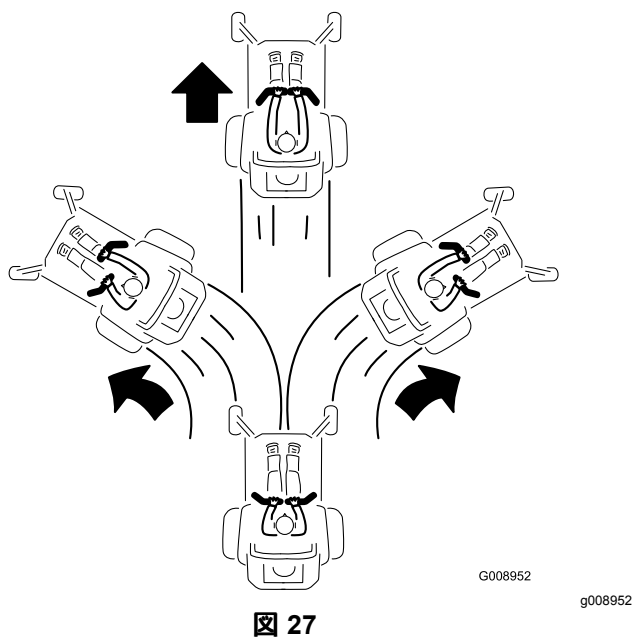

図 27
2. 前進するには、左右の走行コントロールレバーをゆっくりと前へ押し出す 図 27。